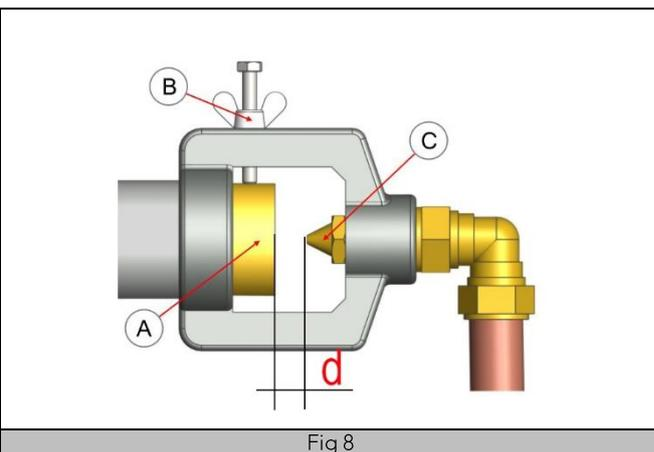

Fig 8
- Débloquer l'écrou de la bague d'air (Fig 8 Rep B et A).
- Déposer l'injecteur (Fig 8 Rep C), le remplacer par l'injecteur souhaité (Voir tableau fig.9 de réglage gaz ci-dessous).
- Régler la distance « d » (Fig 8) en fonction des données du tableau 2 ci-dessous.(Fig 9)
- Bloquer l'écrou (Fig 8 RepB).